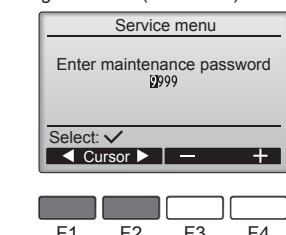

Fig. 6-2
① Vælg "Service" i Main menu (Hovedmenu), og tryk på [VÆLG]-knapen.
② Når servicemenuen er valgt, vises et vindue, hvor der anmodes om adgangskoden. (Fig. 6-2)